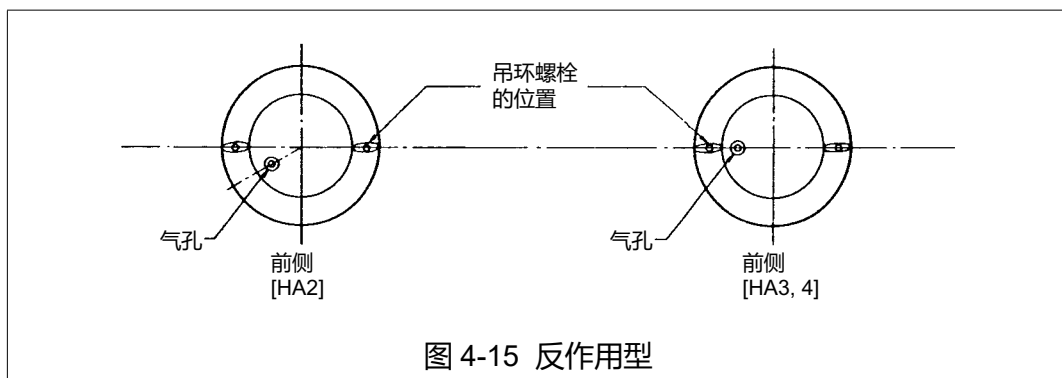

图 4-15 反作用型
- (5) 放置上膜片盖然后用一对吊环螺栓对其进行固定。将气孔设定到如图(图 4-15) 所示的位置。交替并均匀松开一对吊环螺栓。使用这对吊环螺栓可对弹簧进行初始定位。